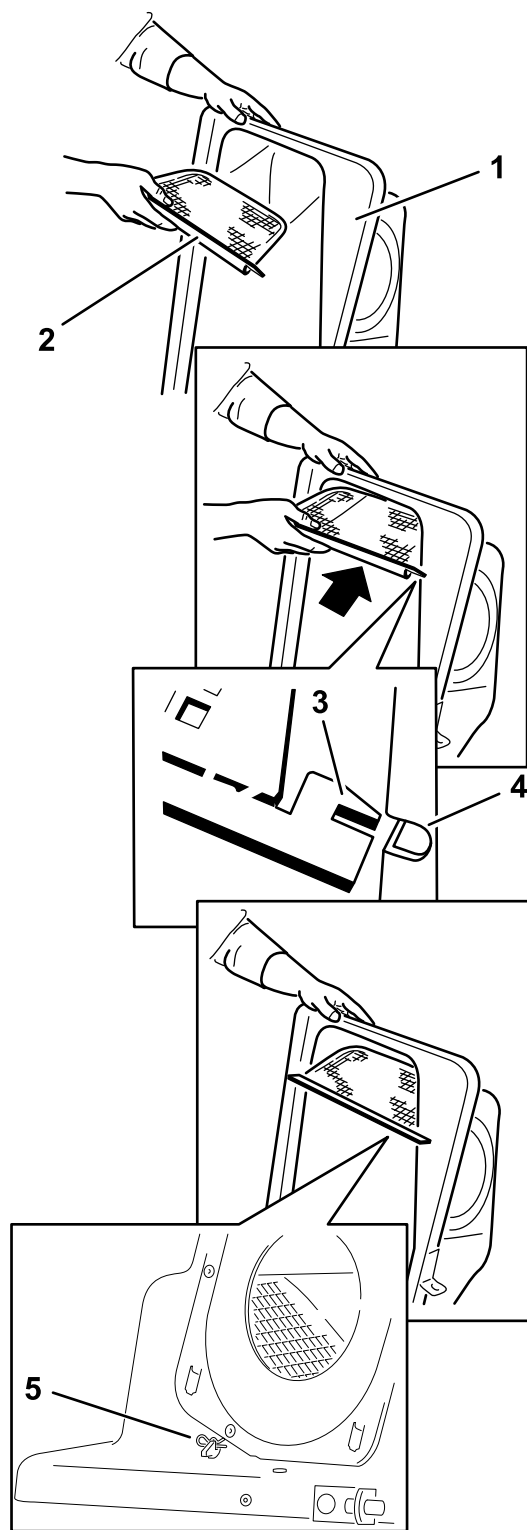

Рисунок 18
2. Установите сетку, как показано на Рисунок 18 и убедитесь в том, что она наклонена вниз в сторону мешков для сбора.